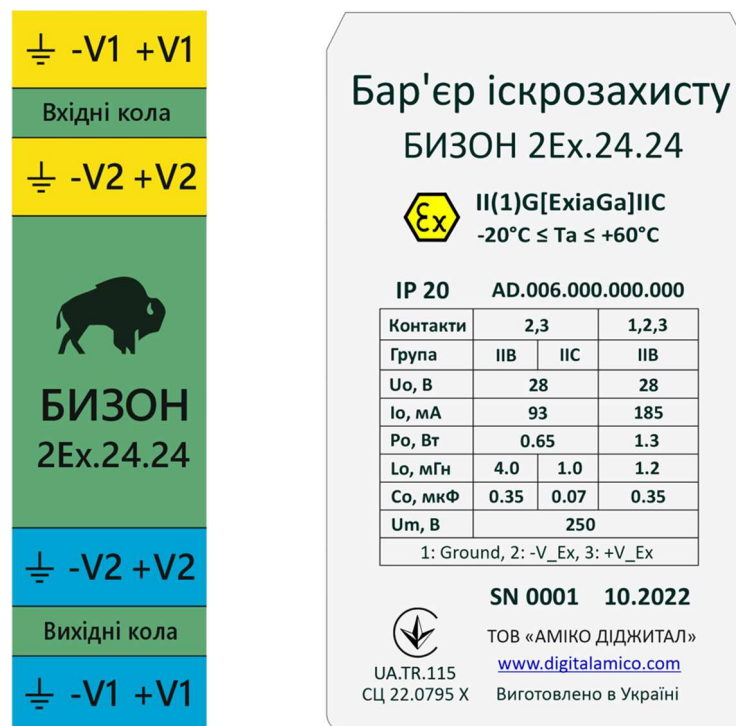

Рисунок 1 - Зовнішній вигляд маркування бар'єру іскрозахисту
6.1 На корпусі блоку іскрозахисту є маркувальні таблички, які служать для розміщення такої інформації (див. рис. 1):